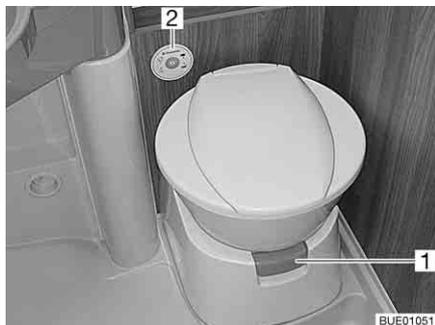
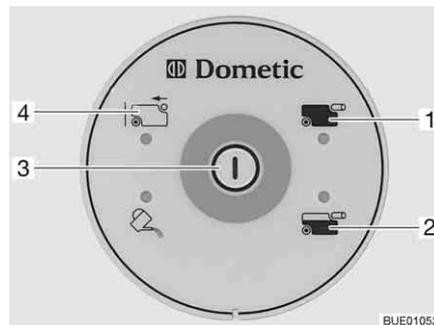

Fig. 252 Tazza del WC con centralina di controllo e di comando
Fig. 253 Centralina di controllo e di comando della toilette
Prima di utilizzare la toilette far scorrere un po' d'acqua nella tazza del WC. Premere il pulsante dello sciacquone (Fig. 253,3) sulla centralina di controllo e di comando (Fig. 252,2).
- Prima di tirare l'acqua, aprire il cursore della toilette. Sfilare la leva del cursore (Fig. 252,1).
- Per sciacquare premere il pulsante dello sciacquone (Fig. 253,3).
La spia di controllo (Fig. 253,2) è accesa se il serbatoio fecale è pieno a 3/4. La spia di controllo (Fig. 253,1) si accende quando il serbatoio fecale deve essere svuotato.
La spia di controllo (Fig. 253,4) si accende quando il serbatoio fecale viene rimosso.